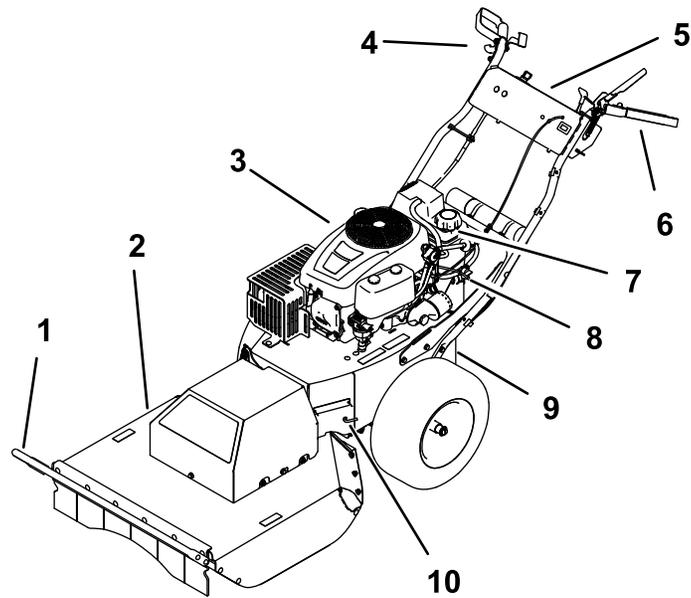
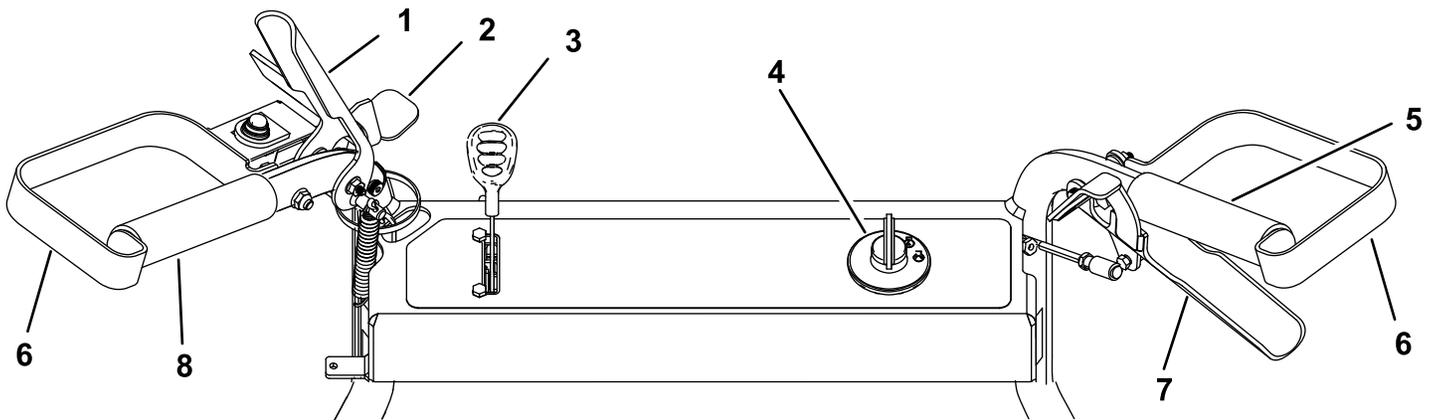

Bild 7
Bild 8
Machen Sie sich mit den Bedienelementen (Bild 7 und Bild 8) vertraut, bevor Sie den Motor anlassen und die Maschine bedienen.
3. Reinigen Sie den Bereich um den Tankdeckel herum und nehmen Sie den Deckel ab (Bild 7).